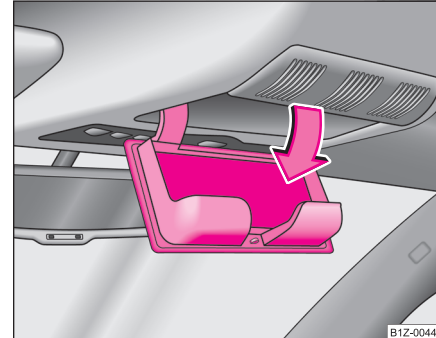

Abb. 83 Ausschnitt
- Drücken Sie auf den Deckel des Ablagefaches, das Ablagefach nach unten auf ⇒ Abb. 83.